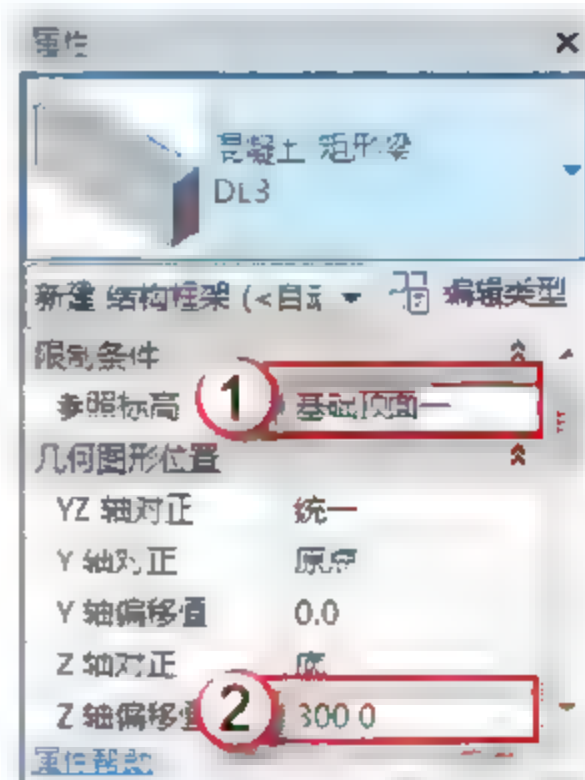

图 3.1.56 设置 Z 轴偏移值
(9) 绘制 DL3。选择“结构”→“梁”命令，在“属性”面板中调整参数标高（基础顶面-），Z 轴偏移值 300 个单位，如图 3.1.56 所示。找到 DL3 的位置从一侧向另一侧绘制，如图 3.1.57 所示。